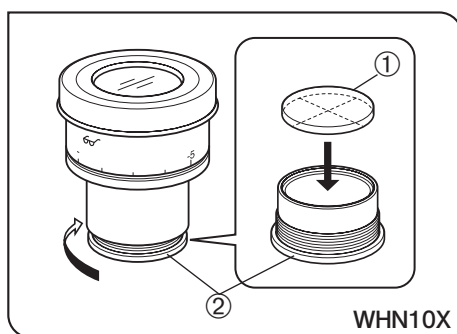

Fig. 12
(Fig. 12)
- Ett antal olika okularmikrometer kan föras in i WHN10X-H, WHSZ15X-H och WHSZ20X-H okularen. Använd 24 mm diam. x 1,5 mm mikrometer. Enligt fig. 12, vrider man mikrometermonteringsramen ② mot pilens riktning för att ta bort den från okularet och placera en mikrometerskiva ① i monteringsramen så att ytan med modellindikeringen är riktad nedåt.